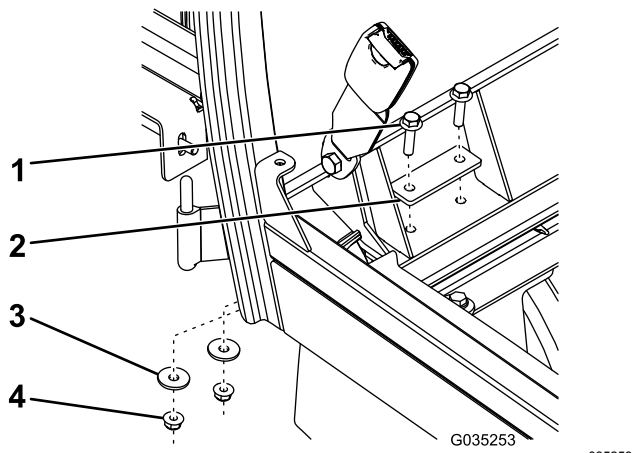

Figura 13
6. Fissate la parte posteriore del telaio della cabina ai supporti di sinistra e destra, utilizzando 4 bulloni a testa esagonale ($\frac{5}{16}$ " x $1\frac{1}{4}$ "), 2 piastre d'appoggio, 4 rondelle piane e 4 dadi flangiati ($\frac{5}{16}$ ") come mostrato nella Figura 13.